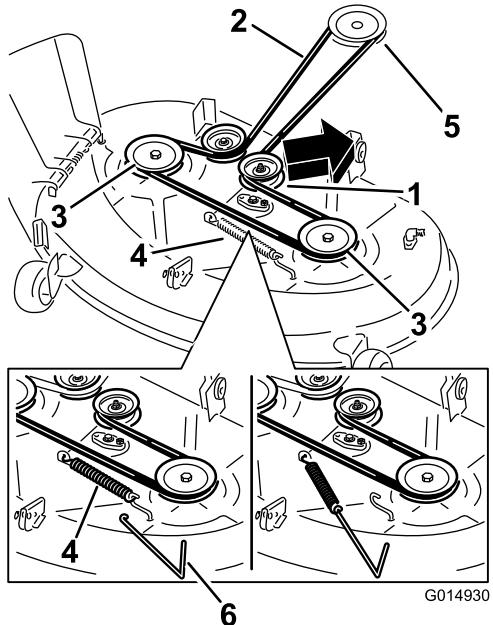

Figure 61
5. À l'aide d'un outil de dépose de ressort (réf. Toro 92-5771), décrochez le ressort du crochet sur le tablier pour détendre la poulie de tension et déchaussez la courroie des poulies (Figure 61).
- Acheminez la courroie neuve autour de la poulie du moteur et des poules du tablier de coupe (Figure 61).
- À l'aide d'un outil de dépose de ressort, accrochez le ressort au crochet situé sur le tablier pour tendre la poulie de tension et la courroie du tablier de coupe (Figure 61).